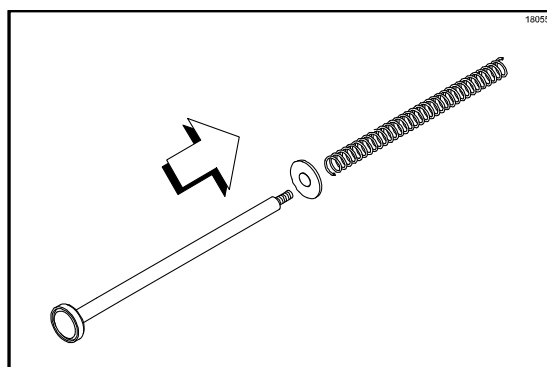

Figura 75
6. Retire a mola e a arruela do conjunto do êmbolo. (Veja a Figura 75.)